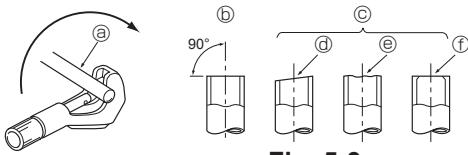

Fig. 5-3
5.2.1. Toru lõikamine (Fig. 5-3)